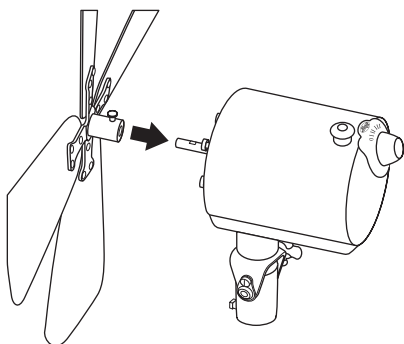

FIGURE 9
21. Faire glisser le manchon d'assemblage des pales sur l'arbre du moteur en vous assurant que la vis de blocage du manchon se trouve en face de la partie plate de l'arbre du moteur Voir Figure 9. Serrer la vis de blocage de l'assemblage de pales se façon à ce qu'elle appuie contre la partie plate de l'arbre du moteur. Tirer ensuite sur l'assemblage de pales pour vérifier qu'il est bien fixé sur l'arbre du moteur.
NOTA : Pour que ce soit plus clair, la Figure 9 ne montre pas la grille arrière et la partie filetée de la tringle pour qu'on voit l'installation du manchon d'assemblage et de l'arbre du moteur.